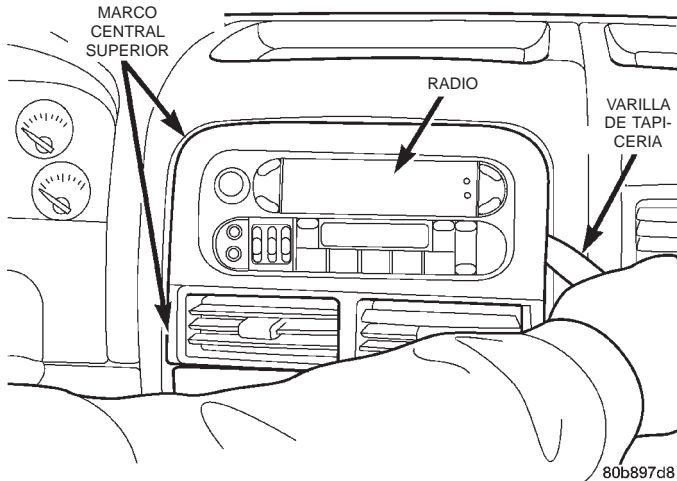

Fig. 14 Desmontaje e instalación del marco central superior del tablero de instrumentos
(1) Desconecte y aisle el cable negativo de la batería.
(2) Con una varilla de tapicería u otra herramienta adecuada de hoja ancha y plana, haga palanca suavemente en cada una de las cuatro esquinas del marco central superior para separarlo del tablero de instrumentos lo suficiente a fin de desenganchar los cuatro collarines de presión de sus receptáculos (Fig. 14).
(3) Retire el marco central superior del tablero de instrumentos.